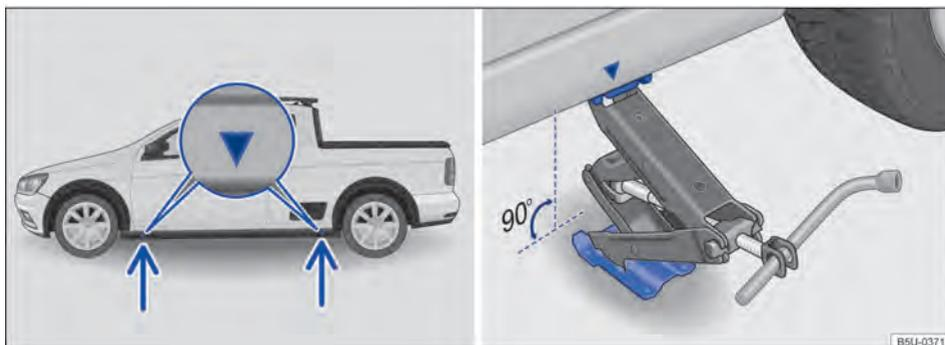

Fig. 171 Puntos de apoyo del gato y gato posicionado atrás en el lado izquierdo trasero del vehículo.
El gato únicamente puede ser posicionado en los puntos de apoyo indicados (marca en la carrocería) → fig. 171. Es válido el punto de apoyo ubicado próximo a la rueda correspondiente → ⚠️.
7. Buscar debajo del vehículo el punto de apoyo del gato → fig. 171 más próximo a la rueda que se debe cambiar.
9. Garantizar que la base del gato, con toda su superficie, esté sobre el piso y que la base se encuentre perpendicularmente por debajo del punto de colocación → fig. 171.
10. Alinear el gato y, simultáneamente, levantar la palanca del gato hasta que se encaje en el travesaño debajo del vehículo → fig. 171.
- Posicionar el gato únicamente en los puntos indicados. La palanca del gato debe encajarse en el perfil del larguero de forma segura → fig. 171.